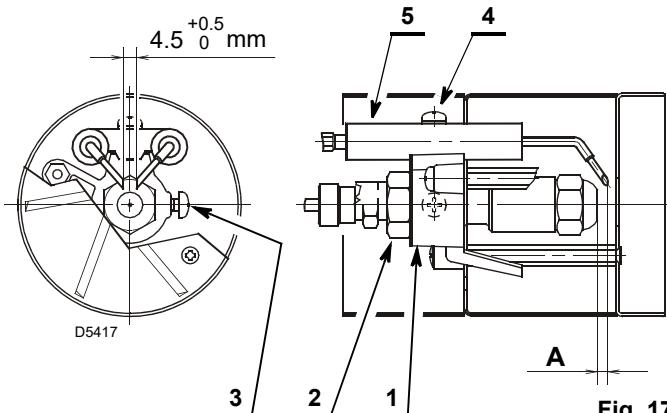

Fig. 17
- appuyer le support de l'accroche flamme 1) (Fig. 17) sur le porte gicleur 2) et bloquer avec la vis 3);
- Extraire le petites câbles 1) des électrodes, desserrer la vis 3) (Fig. 17) et extraire le groupe accroche flamme 6) du porte gicleur 5).